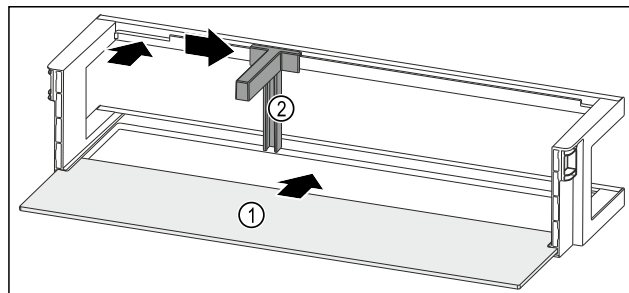

Fig. 99 Дверная полка со съемной полкой
- ▶ Вдвиньте съемную полку Fig. 99 (1) в боковые пазы.
- ▶ Установите держатель для бутылок Fig. 99 (2) в выемку.
- ▶ Сместите держатель для бутылок Fig. 99 (2) в нужное положение в сторону.